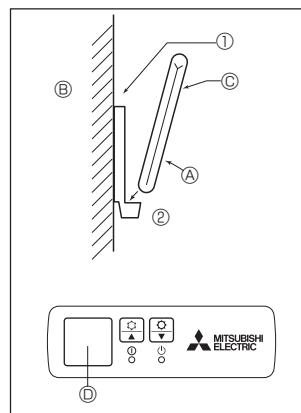
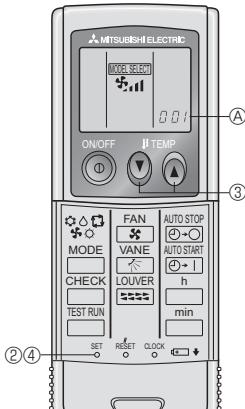

Fig. 6-5
Fig. 6-6
2) Μέθοδος εγκατάστασης (Fig. 6-5)
① Στερεώστε τη βάση που συγκρατεί το τηλεχειριστήριο στη θέση που θέλετε με δύο διατρητικές βίδες.
② Βάλτε την κάτια άκρη του τηλεχειριστηρίου μέσα στη βάση συγκρατήσεως του.
③ Τηλεχειριστήριο ④ Τοίχοι ⑤ Ταπελώνες ενδείξεων ⑥ Δέκτης
3) Ρύθμιση (Fig. 6-6)
① Τοποθετήστε τις μπαταρίες.
② Πατήστε το κουμπί SET (ΡΥΘΜΙΣΗ) με ένα αιχμηρό αντικείμενο.